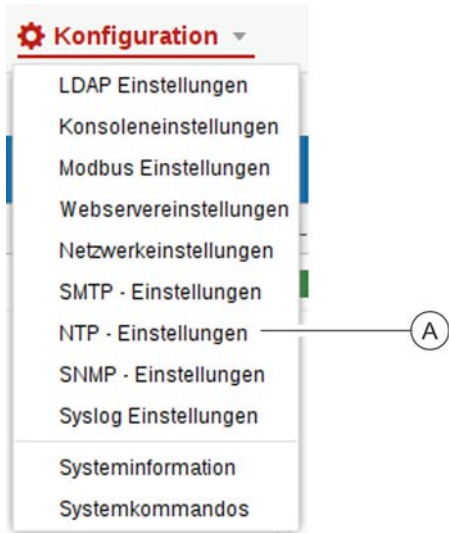

Abb. 227: NTP-Einstellungen aufrufen
1. ➤ Über „*Konfiguration* → *NTP - Einstellungen*“ die NTP-Einstellungen aufrufen (Abb. 227/Ⓐ).